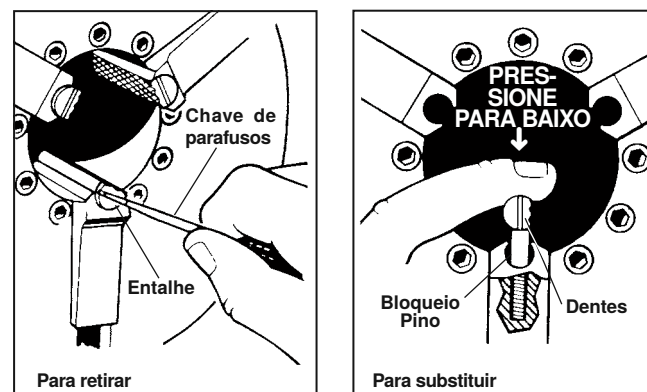

Figura 31 – Substituição dos inserts dos mordentes
1. Coloque a chave de parafusos na ranhura do entalhe e rode 90 graus em qualquer direção. Retire o entalhe (*Figura 31*).
2. Insira o entalhe lateralmente no pino de bloqueio e pressione o máximo possível para baixo (*Figura 31*).